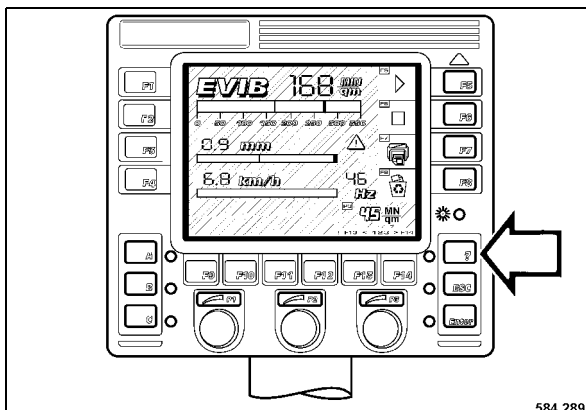

Fig. 90
- Pulsar la tecla con " ? " (menú) (Fig. 90).